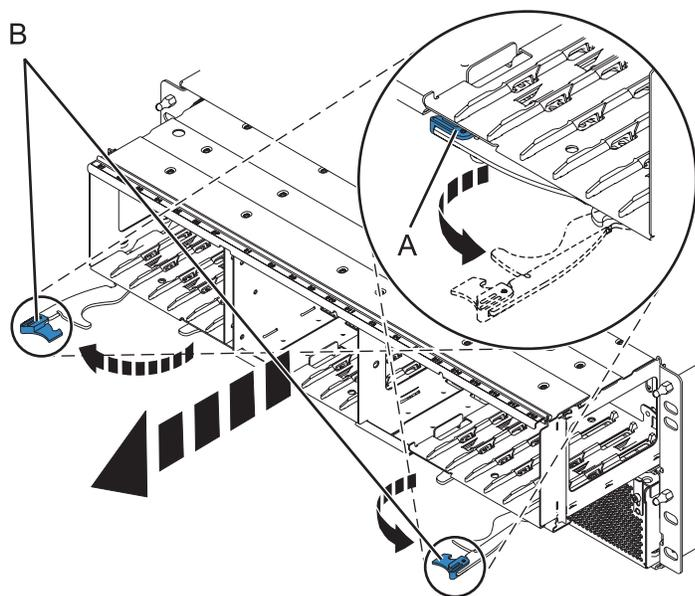
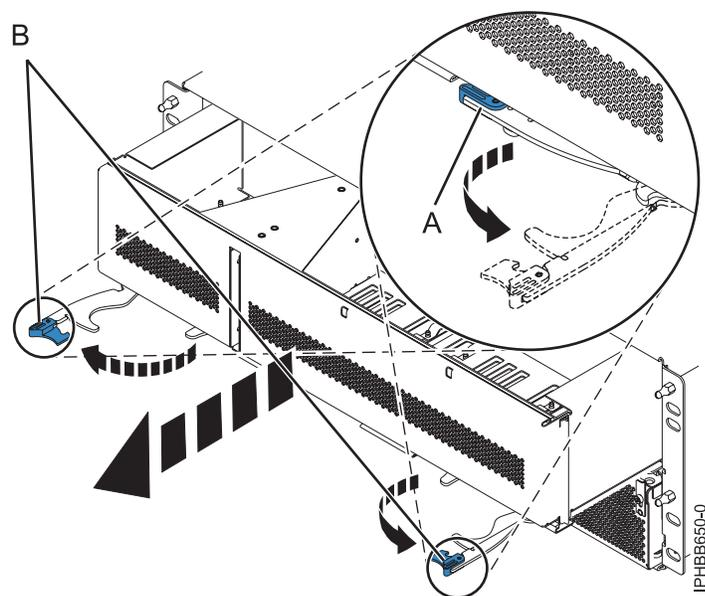

Figure 3. Retrait du fond de panier d'unité de disque du boîtier
Figure 4. Retrait de l'obturateur du fond de panier du boîtier
10. Retirez le fond de panier d'unité de disque de l'unité d'extension 5802 comme indiqué dans la figure 3, à la page 6, ou retirez l'obturateur de fond de panier de l'unité d'extension 5877, comme indiqué dans la figure 4, à la page 6.